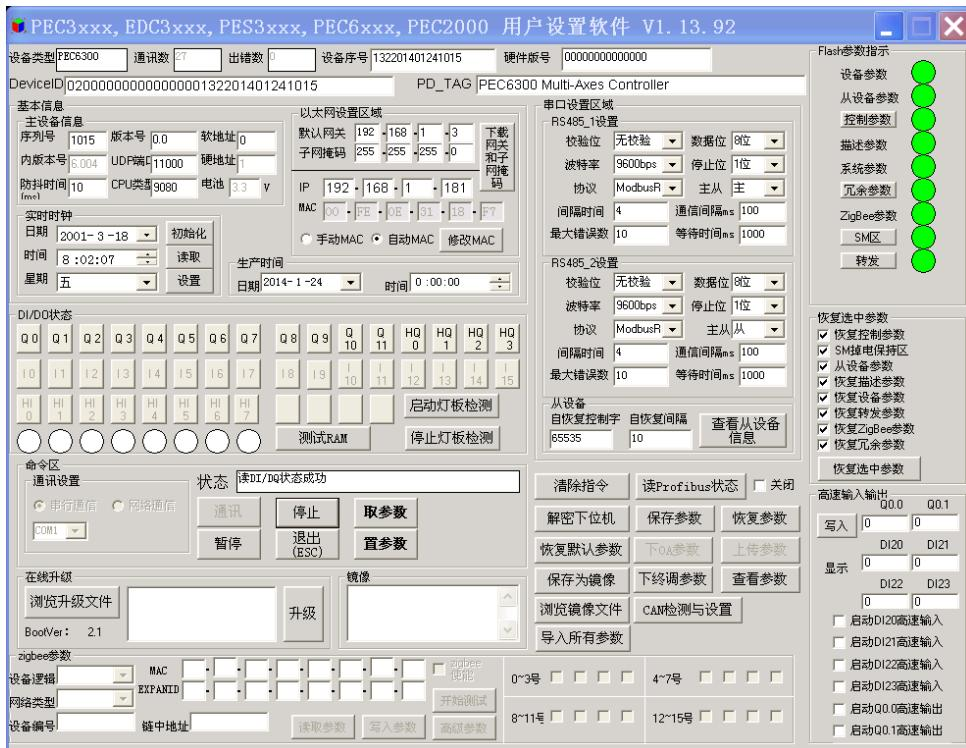

图 6-1-2 PEC6300 用户设置软件
(2) 启动设置软件: 启动 PEC6300 用户设置软件,进入如图 6-1-2 所示界面,单击“通信”按钮。设置软件连接控制器,读取控制器系统参数,进入参数设置状态。
(3) 参数设置: 点击“取参数”按钮,将控制器现在运行的参数显示在软件界面上。“置参数”按钮则将软件界面中的已经修改的参数下载至控制器中,完成对控制器系统参数的设置。“恢复默认参数”是将控制器的所有参数恢复至出厂的设置。
(4) 查看状态参数: 设备状态参数包括硬地址信息,电池信息,系统参数,软件版本号等。
(5) 退出设置模式: 设置完成后取消电源端子短接线，并重新上电，控制器退出设置模式，进入正常工作状态。